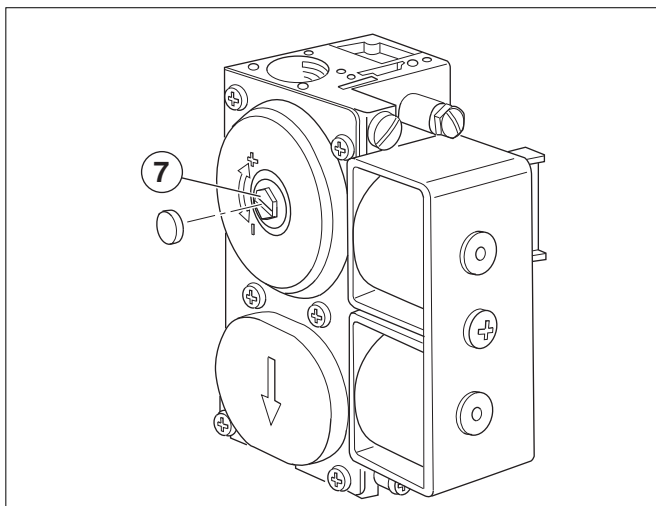
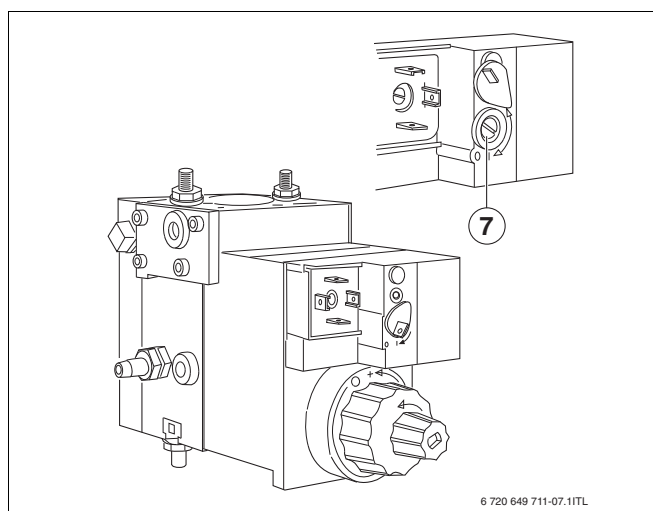

Fig. 6 Robinetterie du brûleur gaz SIT 830 Tandem
Fig. 8 Robinetterie du brûleur gaz Dungs MBDLE
- Retirer le capuchon et la vis de protection au-dessus de la vis de réglage pour la pression aux injecteurs (fig. 6 et 7) ; pour Dungs MBDLE, retirer le capuchon en le pivotant (fig. 8).
- Corriger la pression aux injecteurs en tournant la vis de réglage dans les sens " plus " ou " moins " (fig. 6 à 8).